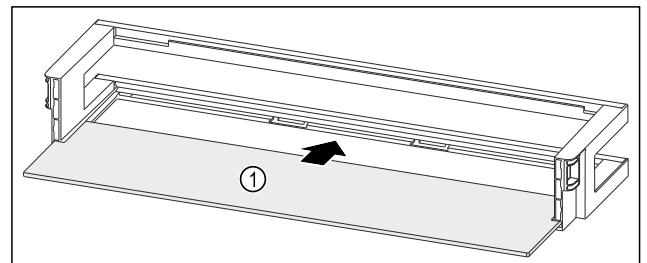

Fig. 99 Türabsteller mit Abstellfläche
- Abstellfläche Fig. 99 (1) in die seitlichen Einsparungen einschieben.